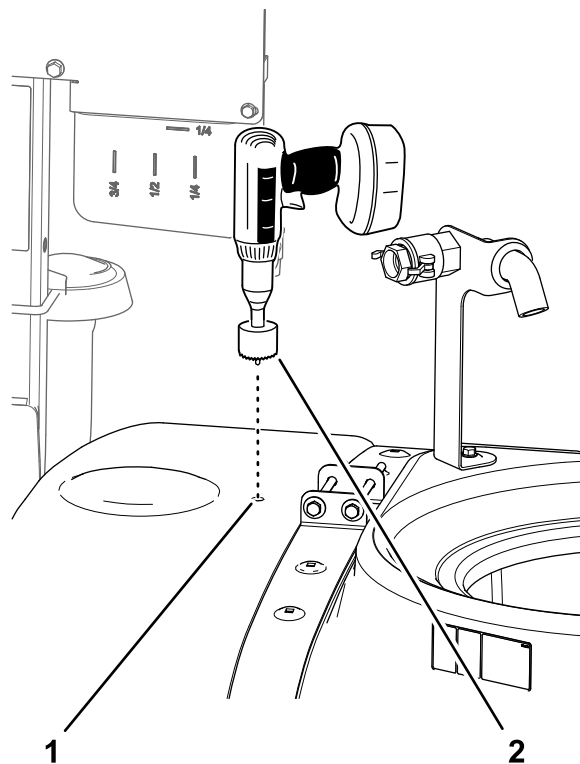

Figura 19
7. Repita os passos 4 a 6 na marca de perfuração frontal (Figura 19).